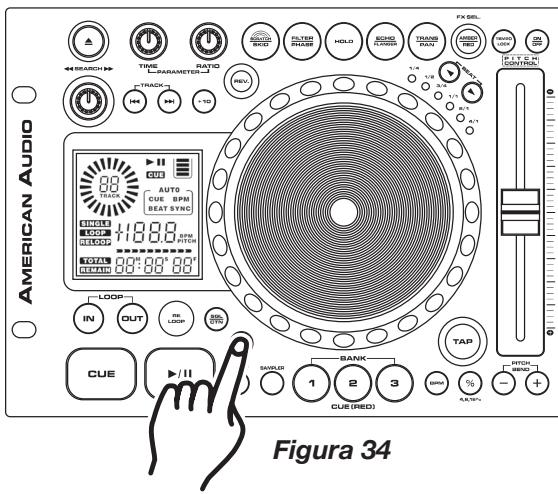

Figura 34
15. CÓMO CAMBIAR EL VISOR DEL TIEMPO (65, 66, Y 67)/ BARRA DE INDICACIÓN DEL TIEMPO (64):
DURANTE LA REPRODUCCIÓN NORMAL, si se pulsa el BOTÓN TIME (21), cambiará la información del tiempo (65, 66, 67, y 64) en el visor (16). (Ver figura 34). El siguiente es un resumen de las configuraciones relativas al tiempo y su correspondiente definición:
- 1) **ELAPSED (64)** - La palabra “ELAPSED” que aparece en el visor LCD (65, 66 Y 67) alude al tiempo transcurrido de las pistas en curso.
- 2) **REMAIN (58)** - La palabra “REMAIN” que aparece en el visor LCD (65, 66 Y 67) alude al tiempo restante de las pistas en curso.
- 3) **TOTAL REMAIN (58)** - La frase “TOTAL REMAIN” que aparece en el visor LCD (65, 66 Y 67) alude al tiempo restante total de las pistas en curso.